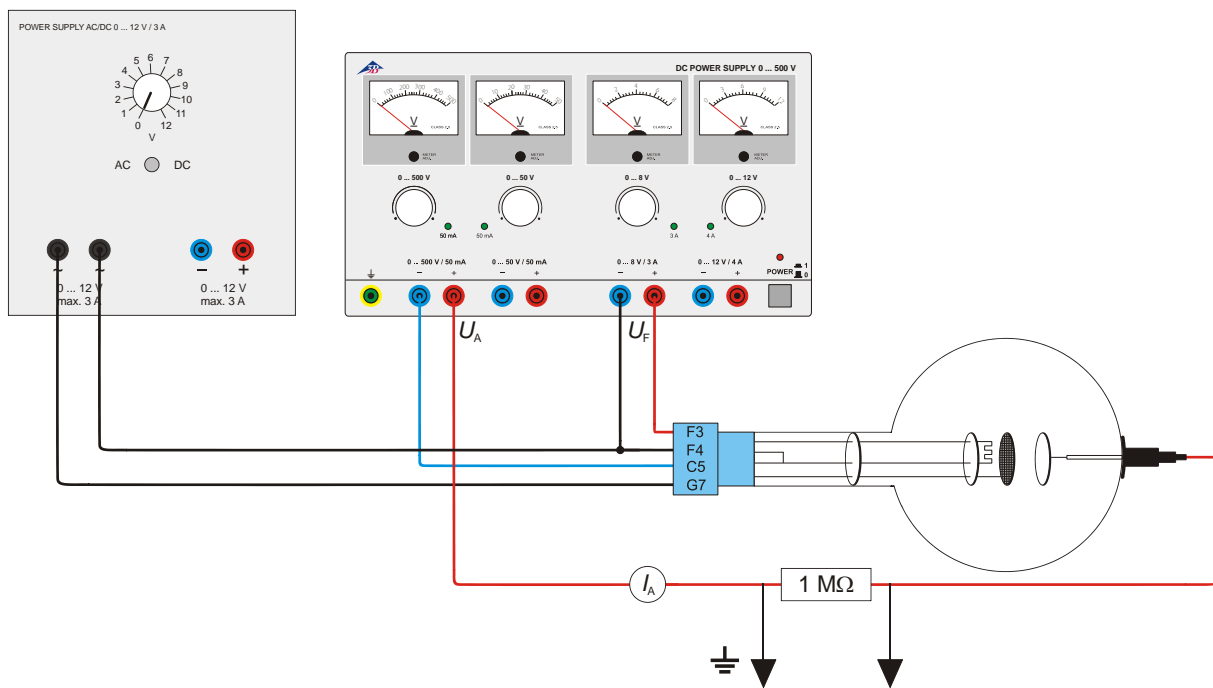

Fig. 4 La triode comme amplificateur
- Procédez au câblage comme le montre la figure 4.